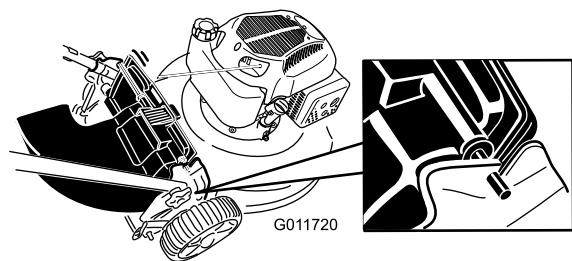

Рисунок 18
4. Вставьте стержень на отражателе выброса в прорези на газонокосилке (Рисунок 18).